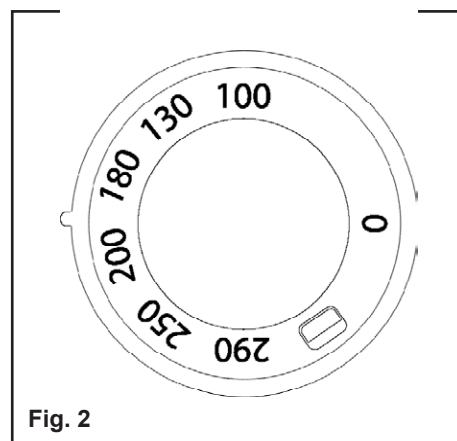

Fig. 2
- Girare la manopola (Fig. 2) in senso orario impostando la temperatura desiderata.